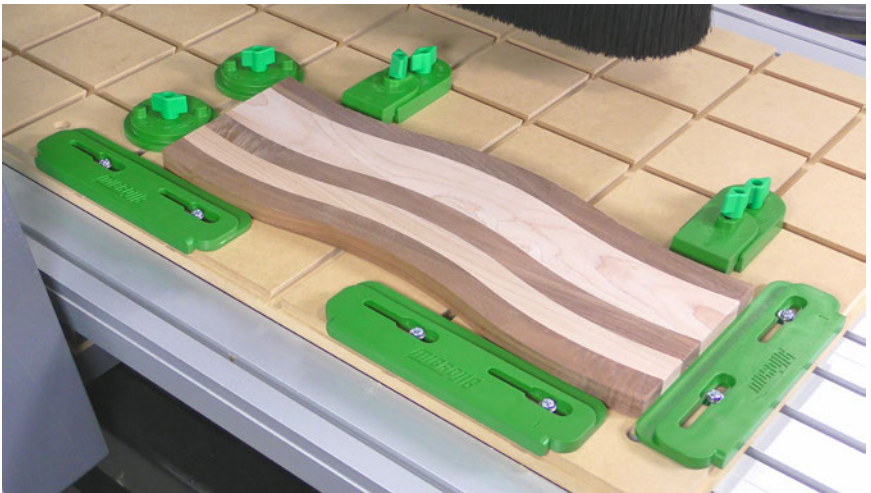

Fig 9b - Edge Clamps and Guides
- 9.4.** Die Referenzpunkte der Edge Guide sind genau genug für die Bearbeitung von beiden Seiten, wenn das Programm entsprechend geschrieben ist. (Fig 9b)